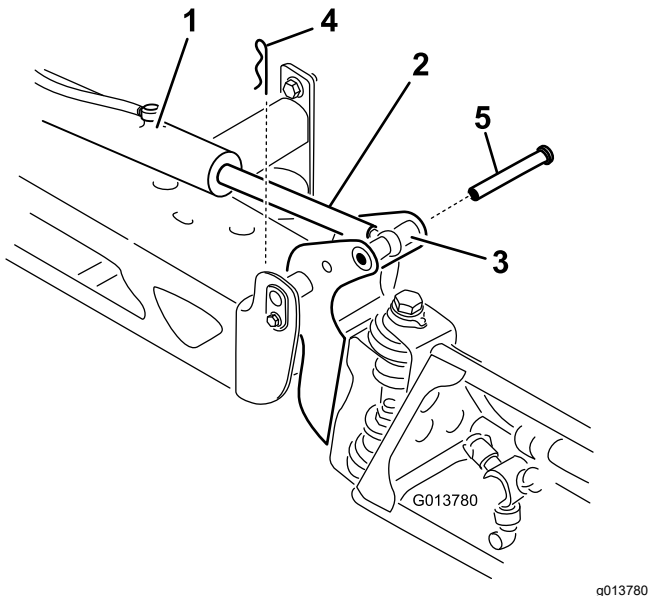

图 64
- 从枢轴销图 64 上拆下开口销。
- 向上提起喷洒臂拆下柱销图 64 然后将喷洒臂慢慢放到地面上。
- 支撑住喷洒臂将柱销插入喷洒臂枢轴和提升器杆图 64。